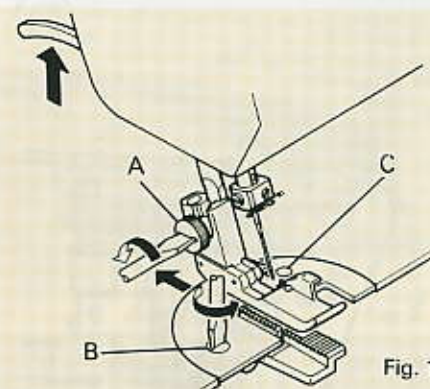

Fig. 1
4. Maak de knopschroef (A) los en verwijder de persvoet.
7. Verwijder de naaldplaatschroef (B) en lift de naaldplaat van de machine (Fig. 1).